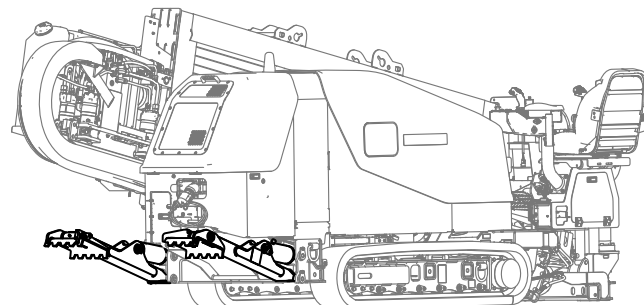

Figure 61
3. Abaissez les stabilisateurs arrière jusqu'à ce qu'ils soient bien en appui sur le sol, ou jusqu'à ce que l'angle de pénétration voulu soit obtenu (Figure 61).